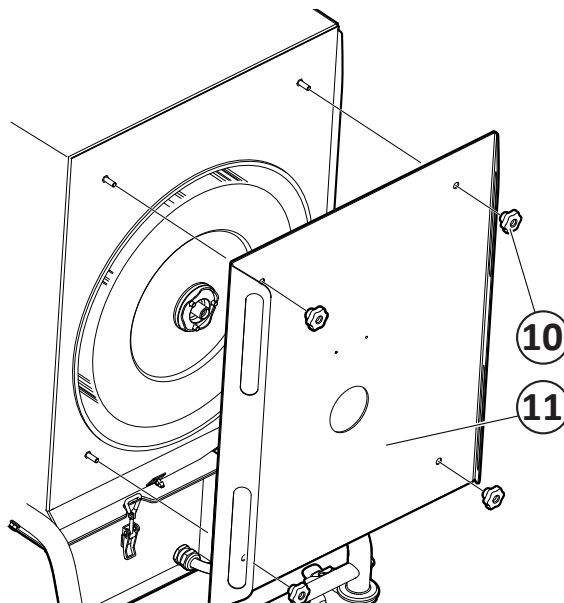

Fig. 20
5. Skruva loss låsmutterarna (6) för täckplåten (7).
6. Demontera lagret (8).
7. Skruva loss vreden (10, **Fig. 20**) och plocka ner filterluckan (11).
5. Sätt tillbaks och skruva fast filterluckan (10, **Fig. 20**) på karossen. Se till att filterpatronen centeras mot hålet i filterluckan och verifiera att tätningen är fullgod mellan lucka och kaross.
- Sätt tillbaka och skruva fast filterluckan (10, **Fig. 20**) på karossen. Se till att filterpatronen centerar mot hålet i filterluckan och verifiera att tätningen är fullgod mellan lucka och kaross.